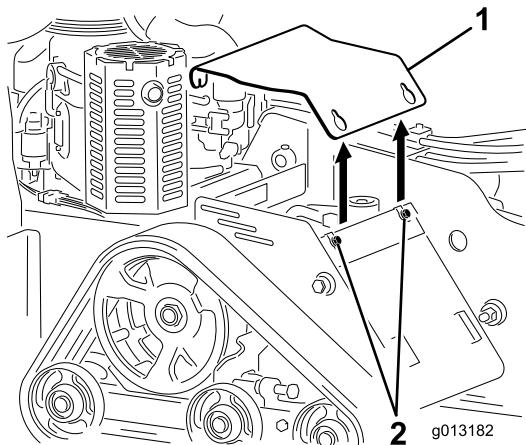

Figura 26
3. Allentate i 3 bulloni che fissano la piastra di copertura al telaio in modo sequenziale, fino a quando la copertura non è libera (Figura 26).
2. Fate scorrere la piastra di copertura nella sua sede e fissatela con i 3 bulloni allentati in precedenza (Figura 26).